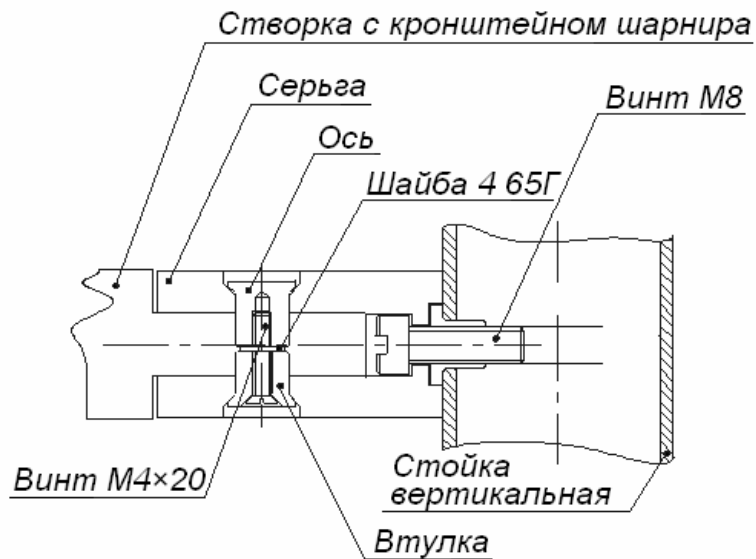

Рисунок 14. Крепление шарниров к опорной стойке поворотной секции ограждения
3. На опорной стойке двумя винтами $\text{M}8 \times 25$ закрепите две серьги шарниров, как показано на рис. 14.
4. Установите в рабочее положение и закрепите болтами $\text{M}10$ опорную стойку. Соберите шарнирные узлы со створкой на опорной стойке, как показано на рис. 14.
4. Закрепите на опорной стойке двумя винтами М8×25 две серьги шарниров, как показано на рис. 14. Установите в рабочее положение опорную стойку. Для обеспечения вертикальности установки стоек рекомендуется использовать монтажные прокладки 50×20×0,5...0,8 мм.